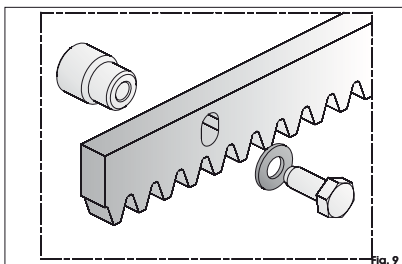

Fig. 9
- Coloque la cremallera (que se suministra bajo pedido), con los tornillos CH 8 x 25 y los distanciadores para soldar suministrados en dotación, como se indica en la fig. 9. Para evitar soldar en la cancela, están disponibles distanciadores pasantes galvanizados con tornillos de fijación CH 8 x 50.